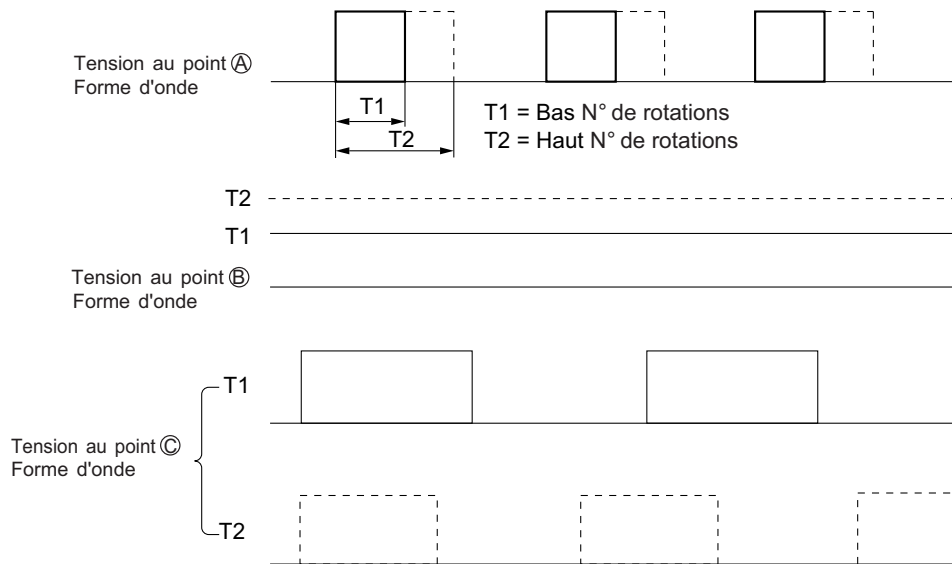

Fig. 5-2
- Pour le point **A**, une pulsation de PWM (modulation d'impulsions en largeur) de 15,7 kHz sera émise de la broche **40** du microprocesseur, comme indiqué sur la Fig. 5-2. La plage d'impulsions variera en fonction des différentes vitesses de commande.